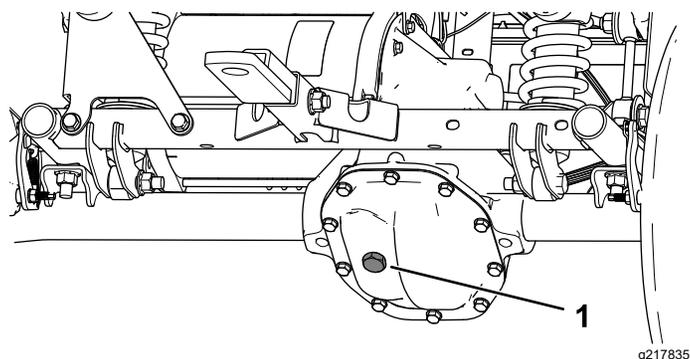

図 50
4. トランスアクスルについている補給プラグを外す 図 50。
5. オイルの量が少ない場合は、補給プラグを取り、穴からあふれ出てくるまで所定のオイルを補給する 図 50。
4. トランスアクスルの補給プラグを外して、穴から所定のオイルを入れる。補給穴からあふれ出てくるまで入れること 図 50。